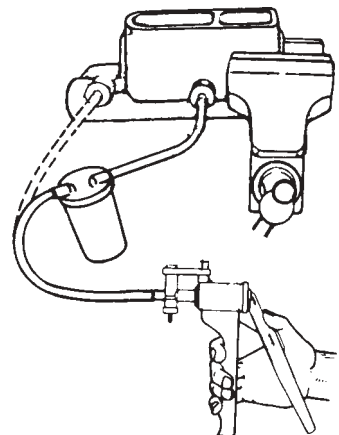

ABBILDUNG 16: Entlüftung auf der Werkbank
- 3) Einen Stopfen vom Hauptzylinder entfernen und den für diesen Hauptzylinder auslass vorgeschriebenen Adapter anbringen. Den Pumpenschlauch mit dem Reservoir und den Reservoirschlauch mit dem Adapter verbinden (ABBILDUNG 16).